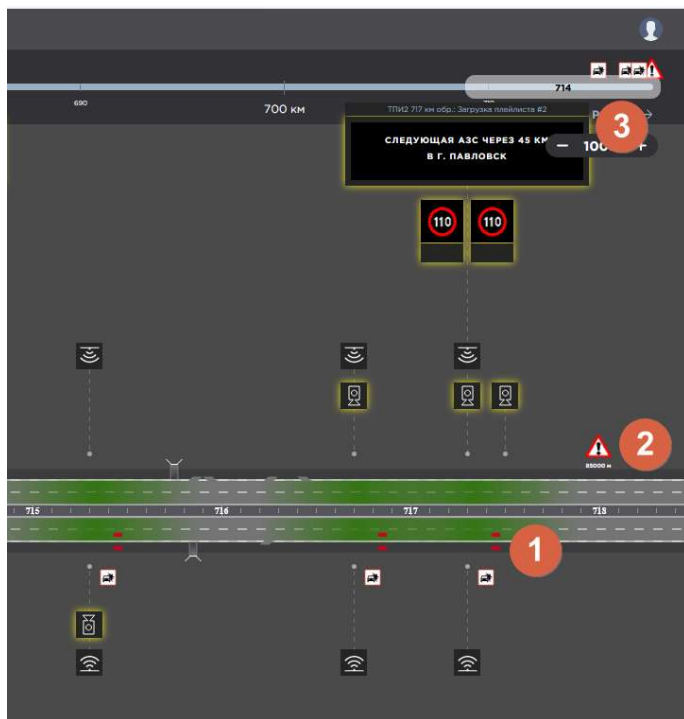

Рис. 60 Отображение маркеров событий на мнемосхеме
На рис. 60 показано отображение событий и предупреждений. События (1) отображаются красными маркерами в полосах, помеченных как занятые, включая обочину. Маркеры протяженных событий имеют длину, соответствующую разнице между начальной и конечной километровой отметкой. В начале зоны события помещается пиктограмма знака события (зависит от типа события), а также указывается длина зоны действия события. Для точечных событий отображаются маркеры условной длиной 100 м без указания длины под пиктограммой.